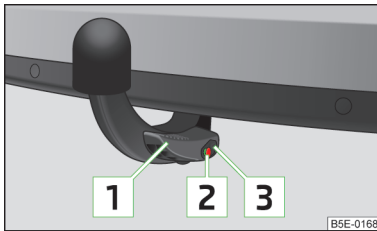

Abb. 145
- ✓ Der Hebel **1** befindet sich ganz oben » Abb. 145.